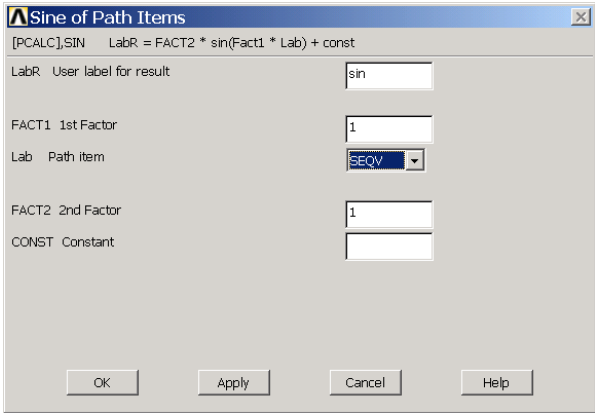

图6.47 对路径进行数据运算
(1) 单击 Main Menu>General Postproc>Path Operations>Sine 菜单，弹出如图 6.47 所示的【Sine of Path Items】对话框。